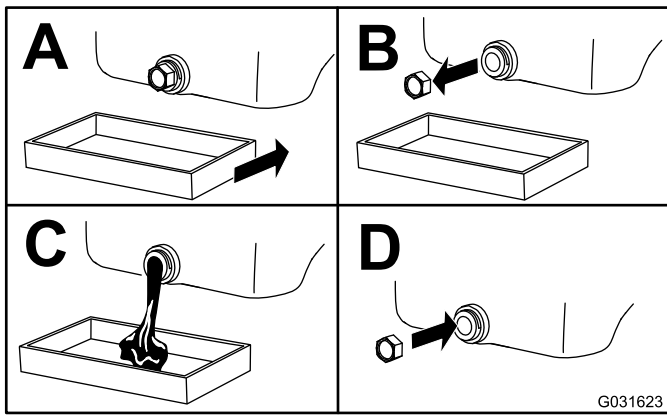

Figura 48
3. Cambie el aceite del motor, según se muestra en Figura 48.